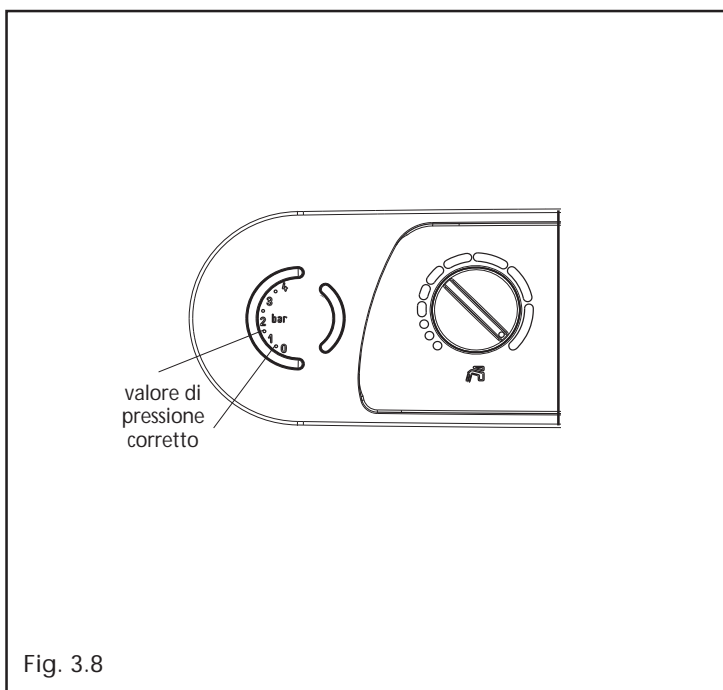

Fig. 3.8
- aprire di due o tre giri il tappo della valvola di sfogo aria automatica (A)
- aprire il rubinetto di riempimento (B) fino a che la pressione indicata dall'idrometro sia compresa tra 1 e 1,5 bar (fig. 3.8).